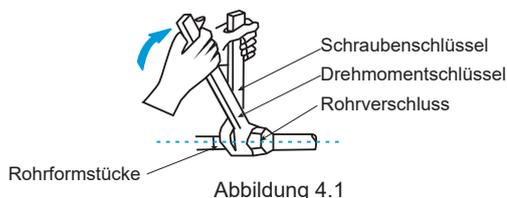

Abbildung 4.1
- Verwenden Sie bei der Montage oder Demontage der Rohrleitung einen gemeinsamen Schraubenschlüssel und einen Drehmomentschlüssel. Siehe Abb. 4.1